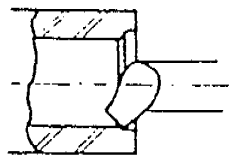

Figura 2
- b. Tornée la perforación a la medida ( Figura 2 ).